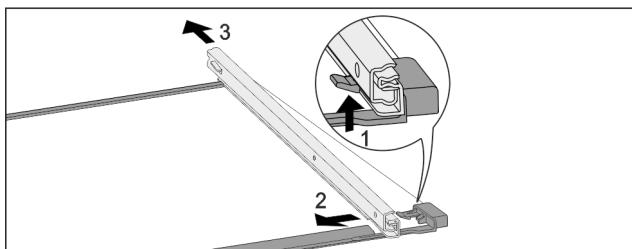

Fig. 142 Стеклянная пластина с направляющими
- Отожмите передний стопорный крючок вверх. Fig. 142 (1)
- Сдвиньте выдвижную направляющую в сторону Fig. 142 (2) и назад Fig. 142 (3).